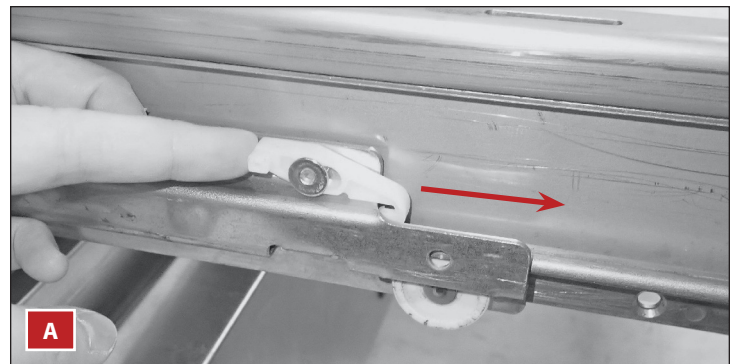

Abb. 2a. Drücken Sie den Halter nach vorne.
2. Drücken Sie den Kunststoff-Schubladenhalter nach vorne und heben Sie das vordere Ende an. Siehe Abb. 2a und 2b.